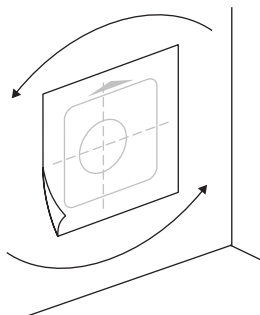

Рисунок 6.2.
3. Сориентируйте шаблон для монтажа согласно выбранному типу размещения (рис. 6.2). Приложите шаблон для монтажа к стене и наметьте место для бурения канала воздуховода. Пробурите канал23 воздуховода согласно требованиям, указанным на рисунке 6.3. Для предотвращения загрязнения отделки помещения при бурении используйте промышленный пылесос с водосборным кольцом.